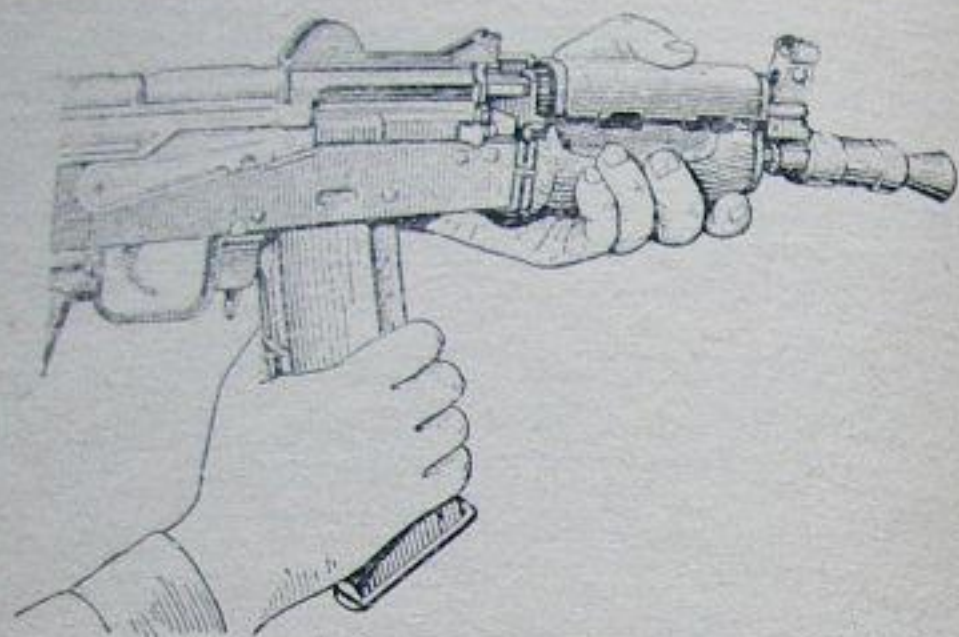

Рис. 9. Присоединение магазина
9) Присоединить магазин к автомату. Удерживая автомат левой рукой за переднюю часть приклада или за цевье, правой ввести в окно ствольной коробки зацеп магазина (рис. 9) и повернуть магазин на себя так, чтобы защелка заскочила за опорный выступ магазина.